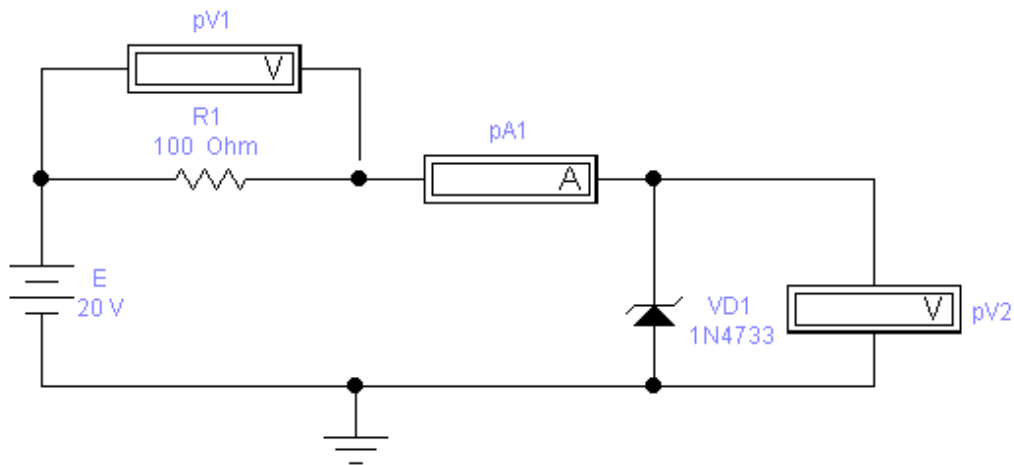

Рисунок 4.7 - Схема дослідження стабілітрона
11. Набрати схему для дослідження стабілітрона (рисунок 4.7).